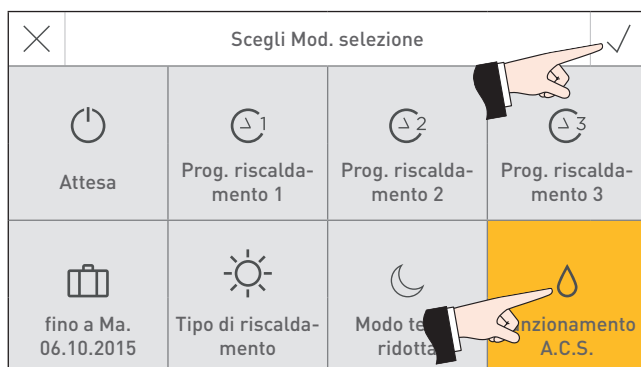

Fig. 32
► Selezionare la modalità selezione "Funzionamento A.C.S."  e confermare  – Fig. 32.